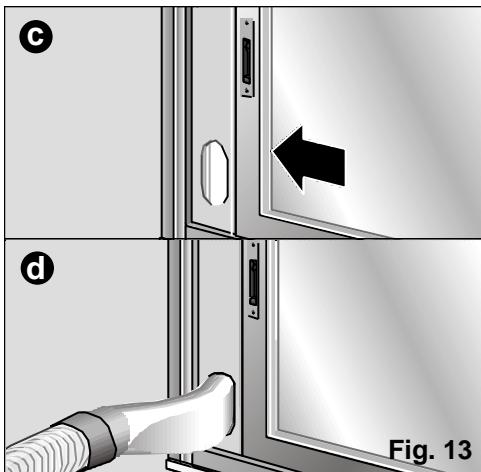

Fig. 13
- ❑ También se puede utilizar el accesorio de instalación para ventana / balcón (ver apartado "Descripción de los accesorios"), **Fig. 13: a, b, c, d.** Este sirve tanto para ventanas horizontales como verticales.